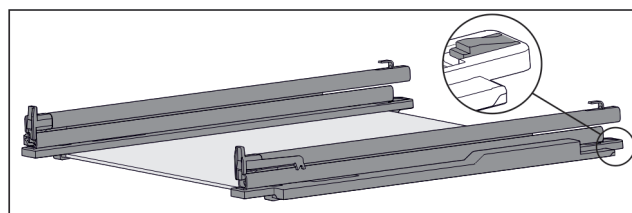

Fig. 197 Glasplade med skinner og holdedele
- ▶ Tryk den bageste del af holdedelen ned (se Fig. 197), og skub samtidigt skinnen bagud.